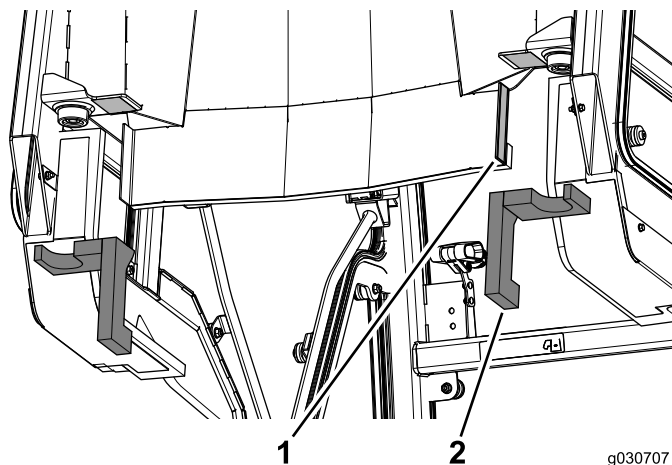

Figure 14
- Retirez la pellicule protectrice du ruban adhésif double face à l'arrière de la cabine (Figure 14).
- Appliquez les joints en mousse latéraux arrière sur la cabine (Figure 14).